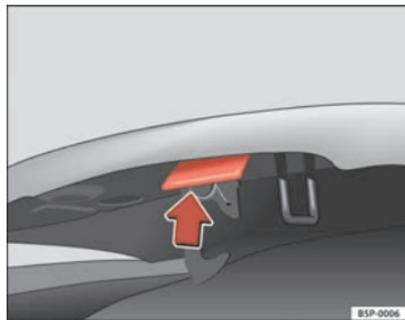

Fig. 165 Dispositivo di apertura del cofano del vano motore
- Spingere verso l'alto la leva situata sotto il cofano ⇒ fig. 165. In questo modo il cofano viene disimpegnato dal gancio che lo trattiene.